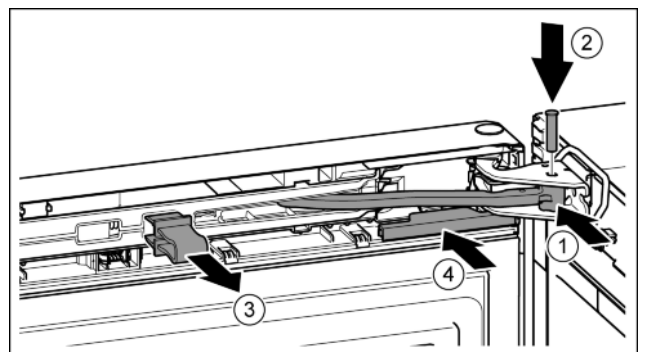

Fig. 22
- ▶ Повернуть шарнир в опорном кронштейне. *Fig. 22 (1)*
- ▶ Вставить палец в опорный кронштейн и шарнир. При этом следить за тем, чтобы выступ фиксатора занимал правильное положение в пазу. *Fig. 22 (2)*
- ▶ Снять предохранитель. *Fig. 22 (3)*
- ▶ Надвинуть крышку. *Fig. 22 (4)*